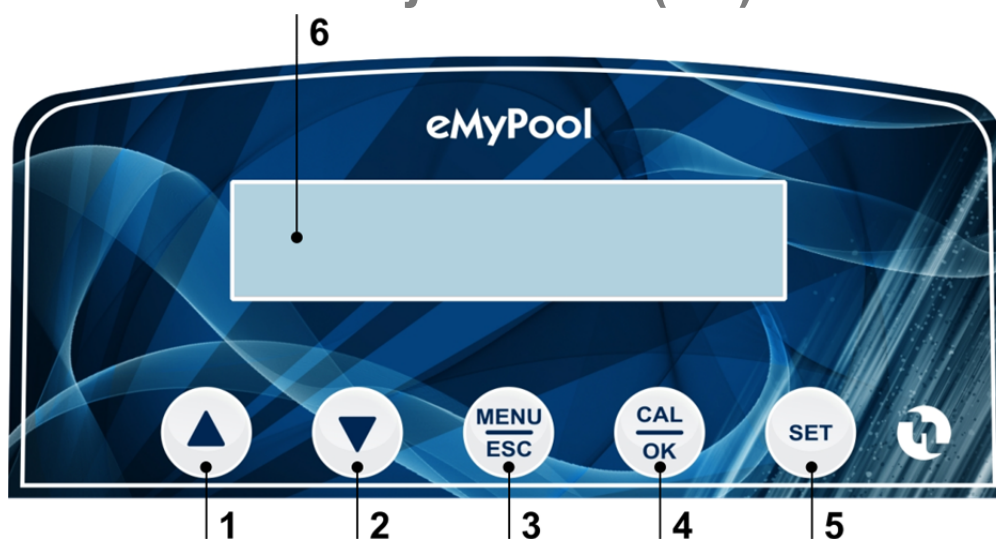

Рис. 7
5.1. ОРГАНЫ УПРАВЛЕНИЯ НАСОСОМ (Рис.7)